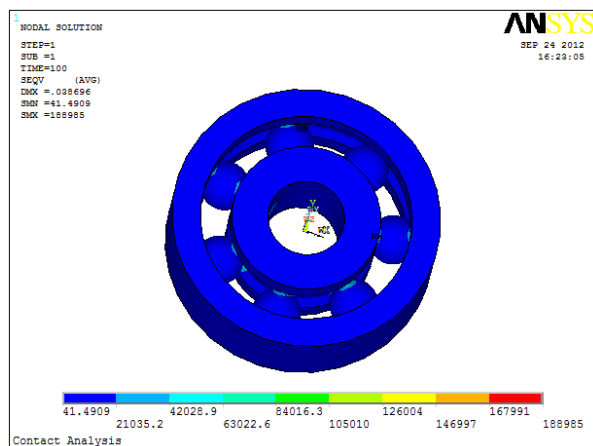

图 11-47 “von Mises”应变分布图
②在“Item to be contoured“(等值线显示结果项)域中选择”Total Mechanical Strain“(应变)选项。
③在列表框中选择“von Mises total mechanical strain“(von Mises 应变)选项。
④选择“Deformed shape only“(仅显示变形后模型)单选按钮。
⑤单击“OK”按钮, 图形窗口中显示出“von Mises”应变分布图, 如图 11-47 所示。